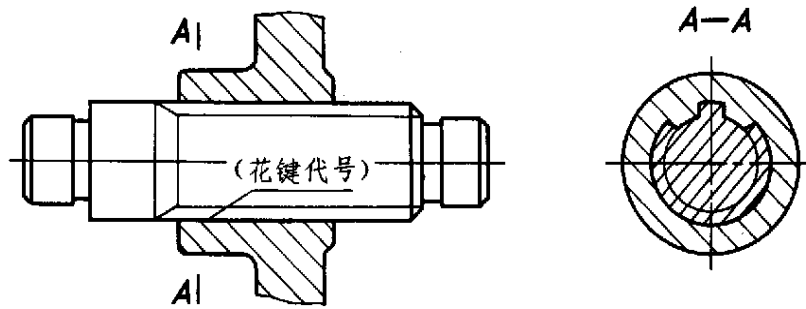
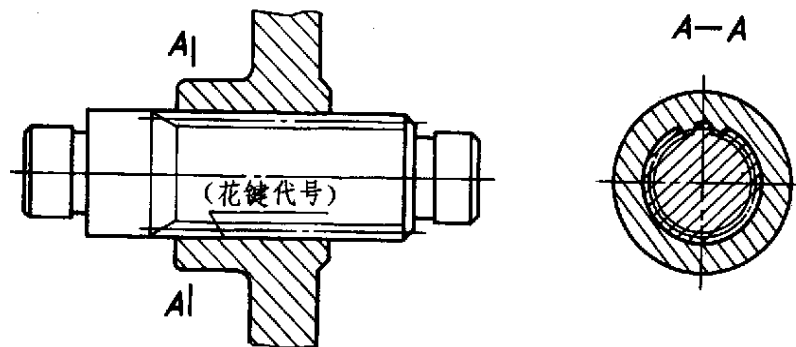

图 9
图 10
- 2.1 花键联结用剖视表示时，其联结部分按外花键的画法，见图 9、图 10。
矩形花键代号的注法如图9所示。
渐开线花键代号的注法如图10所示。